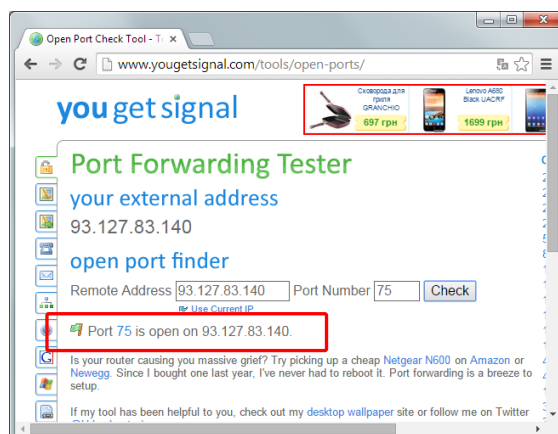

Рисунок 7.1.6 - Проверка доступности сетевого порта
10. Когда сервер запущен, необходимо проверить, доступен ли для него сетевой порт. Для проверки необходимо посетить сайт www.yougetsignal.com/tools/open-ports/, в пункте «Port Number» указать выбранный при настройке сервера, сетевой порт и нажать кнопку «Check». Если Порт доступен, Вы должны получить следующий результат, рисунок 7.1.6.